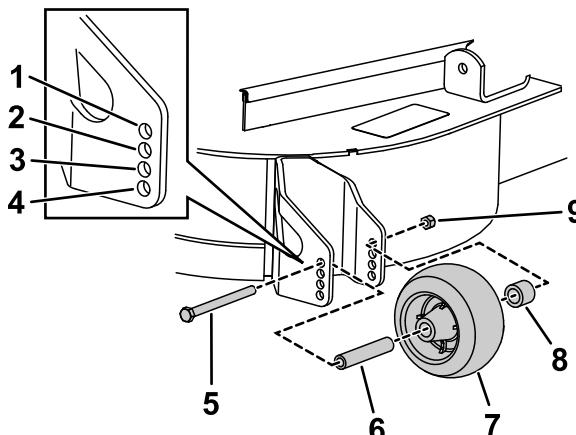

Bild 14
1. Nach dem Einstellen der Schnitthöhe sollten Sie die Rollen einstellen. Nehmen Sie die Bundmutter, die Büchse, das Distanzstück und die Schraube ab (Bild 14).
3. Setzen Sie die Bundmutter, die Büchse, das Distanzstück und die Schraube ein. Ziehen Sie sie bis auf 54-61 Nm an (**Bild 14**).